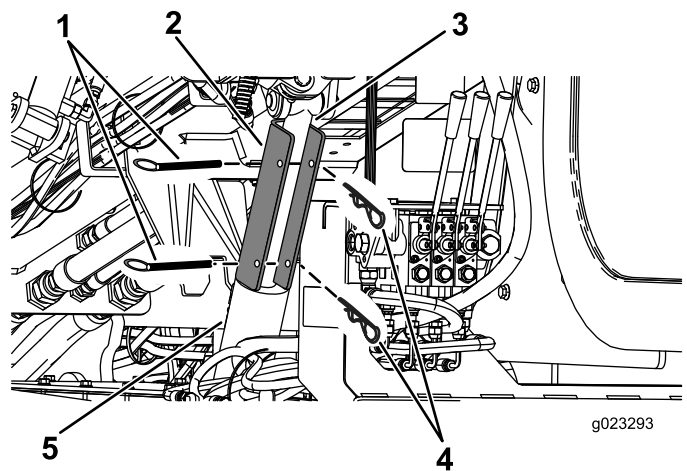

Figura 99
4. Retire el pasador y la chaveta que sujetan el bloqueo del cilindro (Figura 99).
4. Coloque el bloqueo del cilindro sobre el vástago del cilindro (Figura 99).
5. Sujete el bloqueo de cilindro con el pasador y la chaveta (Figura 99).